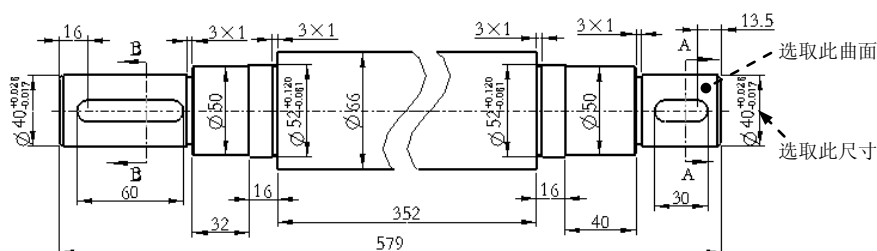
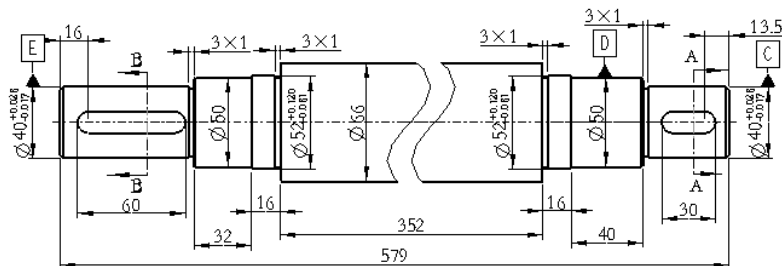

图 5.9.20 设置反向箭头
图 5.9.21 添加基准轴
中选取 **反向箭头** 命令, 使尺寸标注的尺寸反向, 如图 5.9.20 所示。
▼ **DATUM AXIS (基准轴)** 菜单中选取 **Thru Cyl (过柱面)** 命令, 然后选取图 5.9.20 所示的曲面。
(5) 在“轴”对话框的 **类型** 区域中单击 **A** 按钮, 在 **放置** 区域中选中 **在尺寸中** 单选选项。
(6) 在系统 **选取文本定位的尺寸** 的提示下, 选取图 5.9.20 所示的尺寸, 此时系统在视图中显示基准轴符号 C, 如图 5.9.21 所示。
(7) 在“轴”对话框中单击 **确定** 按钮。
(8) 参照上面的步骤, 分别添加基准轴 D 和基准轴 E, 结果如图 5.9.21 所示。
Step2. 选取视图中的基准轴符号, 将鼠标指针置于符号上, 待指针以四箭头的形式“**↕**”显示时, 按住鼠标的左键, 将基准轴符号移动到合适的位置, 图 5.9.21 所示为基准轴符号调整后的结果。